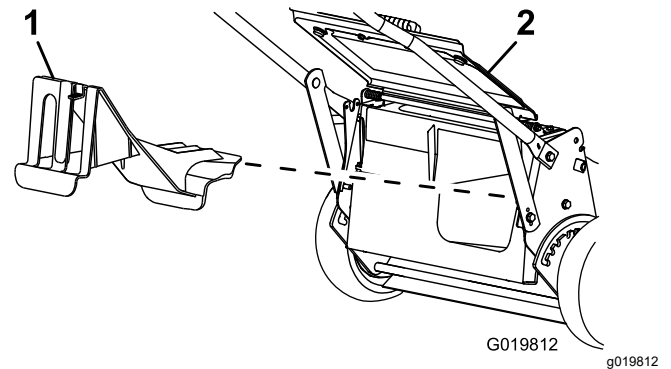

Figura 20
- Si el tapón de descarga trasera no está instalado, sujételo por el asa, eleve el deflector trasero e introdúzcalo en el conducto de descarga trasera hasta que el gancho encaje en su sitio; consulte Figura 20.